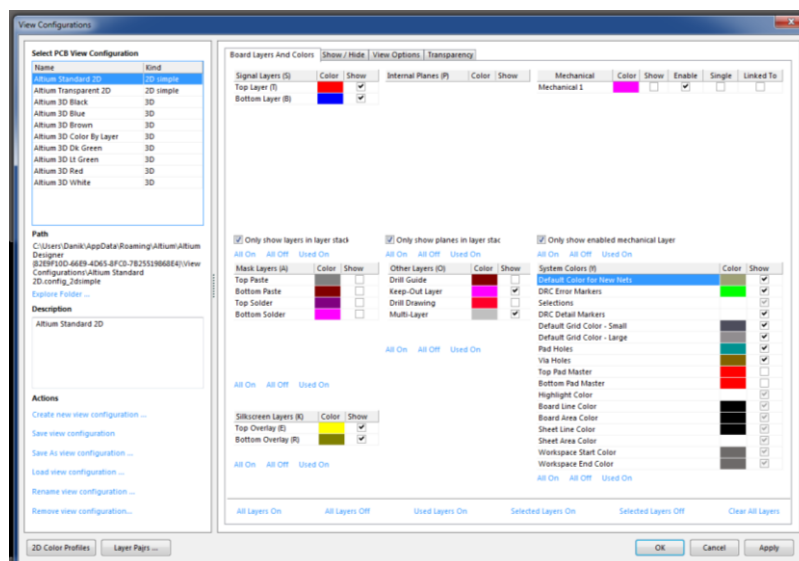

Рис. 5.3
4) Відкрийте вікно управління параметрами шарів **Design - BoardLayers&Colors**(Рис. 5.3).